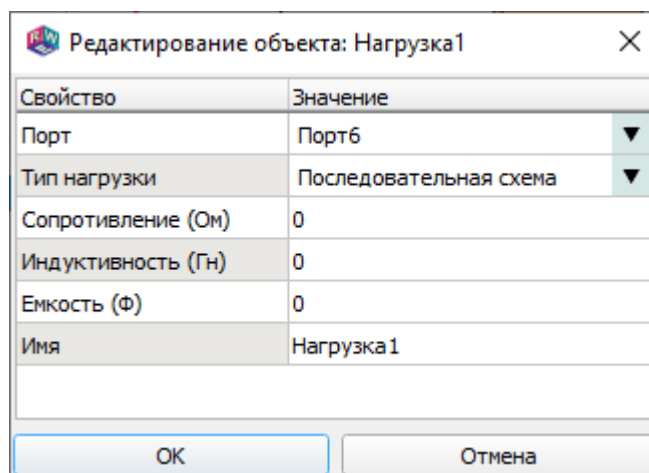

Рис. 179
16.18.2. Окно «Редактирование объекта: НагрузкаN» показано на рис. 179.